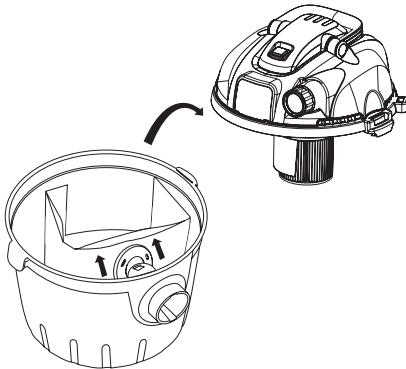

Fig. 9 – Retirando la bolsa de polvo usada
3. Levante la tapa y retire la bolsa de polvo usada, tirándola en el sentido contrario al encaje, conforme muestra la Fig. 9;